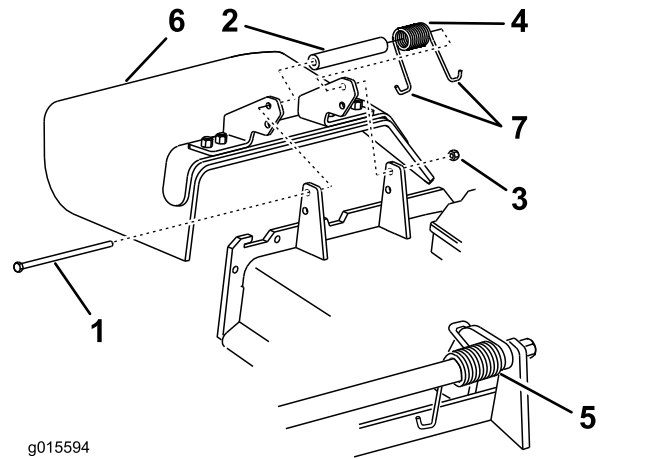

Figura 93
1. Retire a porca de bloqueio, o parafuso, a mola e o espaçador que fixam o defletor aos apoios de articulação (Figura 93).
Nota: Certifique-se de que está instalada uma extremidade em J por detrás da extremidade da plataforma antes de colocar o parafuso como se mostra na Figura 93.
6. Coloque uma extremidade em gancho J da mola em torno do defletor de relva (Figura 93).